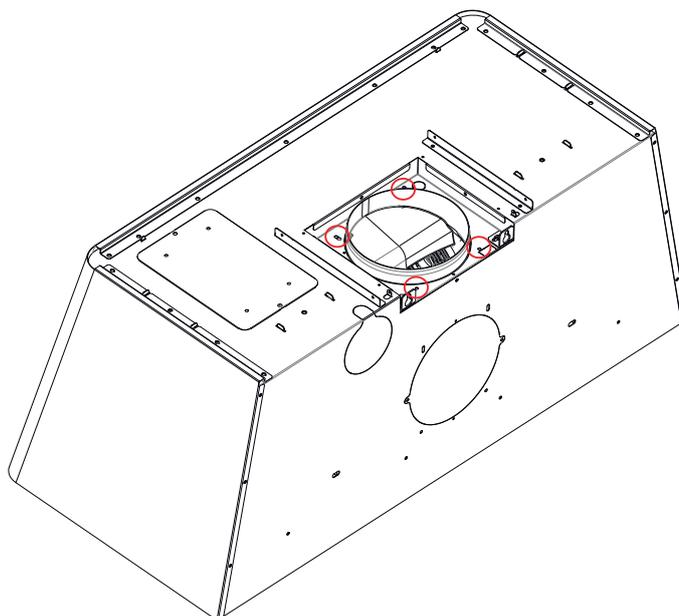

Fig. 16
1. ➤ Allentare le viti del motore (Fig. 16).